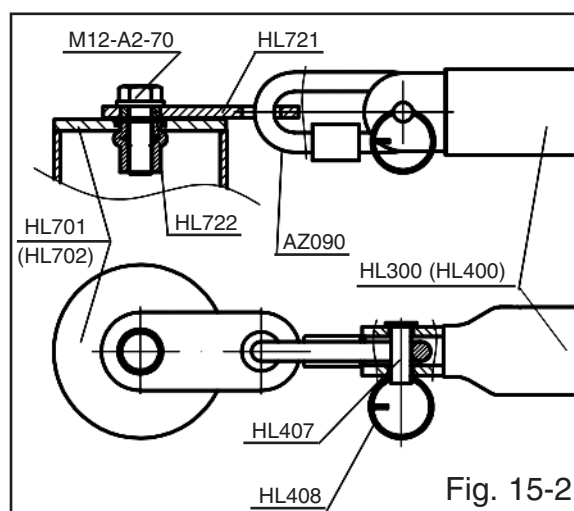

Fig. 15-2
- fig. 15-2 fissaggio ad un paletto tramite piastra rotante HL721/HL722 e maglia AZ090